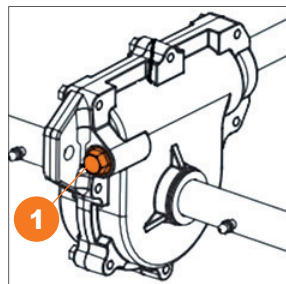

Рис. 28
- Во время обслуживания редуктора самостоятельно, снимите заглушку или открутите болт-заглушку **1**, добавьте 30-50 гр. консистентной смазки и установите заглушку на место (Рис. 28).